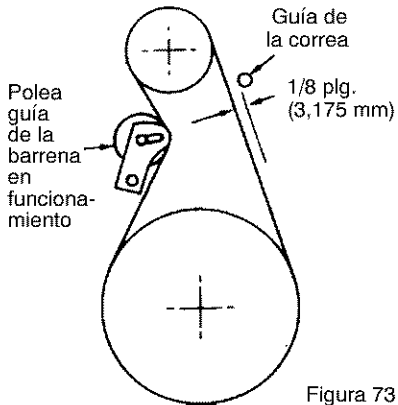

Figura 73
3. Mida la distancia entre la guía de la correa y la correa. La distancia debe ser de 1/8 de pulgada (3,175 mm) para la guía. (Figura 73).